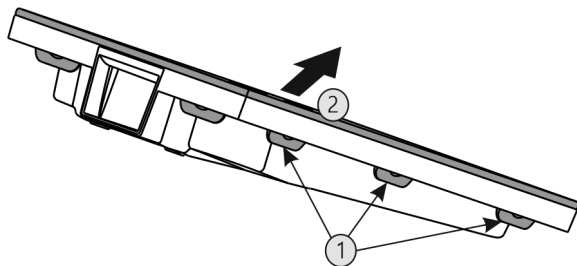

Fig. 49
- ▶ Alle Laschen Fig. 49 (1) nacheinander drücken und die Abdeckung Fig. 49 (2) entnehmen.